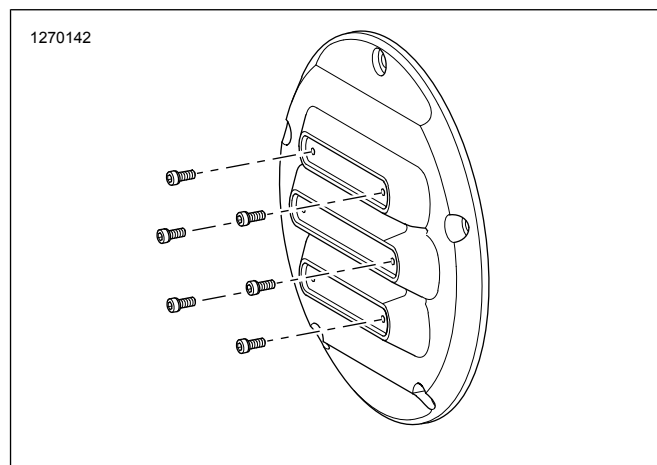

Abbildung 3. Dekorative Schrauben
6. **Sätze: Nur 25700768, 25700822, 25700825, 25700826:** Siehe Abbildung 3 . Dekorative Schrauben in der Abdeckung anbringen.